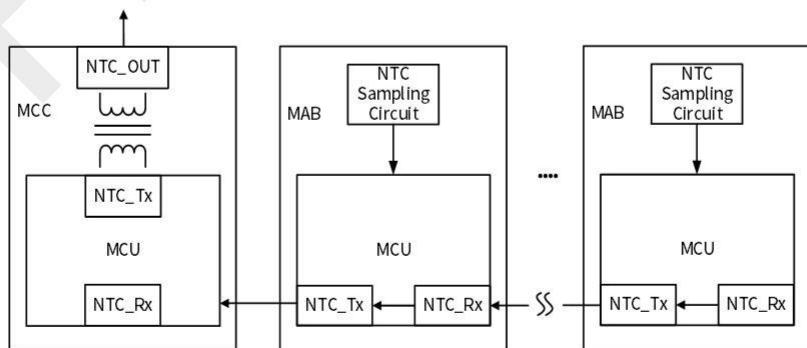

图 10 分布式 NTC 采样电路拓扑
对于 Infineon XHP_2, Mitsubishi LV100, Hitachi Linpak 等封装模块，其内部集成了负温度系数电阻 (NTC) 其中一端与模块下桥臂源极 (S) 相连接，需要进行隔离采样。为此 Firstack 开发了分布式 NTC (DNTC) 采样电路，从第一个 MAB 采样到 MCC 或最后一个 MAB，在传输过程中，温度信息将被保存并依次传输到下一个微控制器，最后一个微控制器将根据软件的选择传输所有温度或最高温度信息上报给上位机，便于用户检测运行状态和优化散热结构。图 10 介绍了该电路的基本拓扑结构，这种新设计有几个优点：